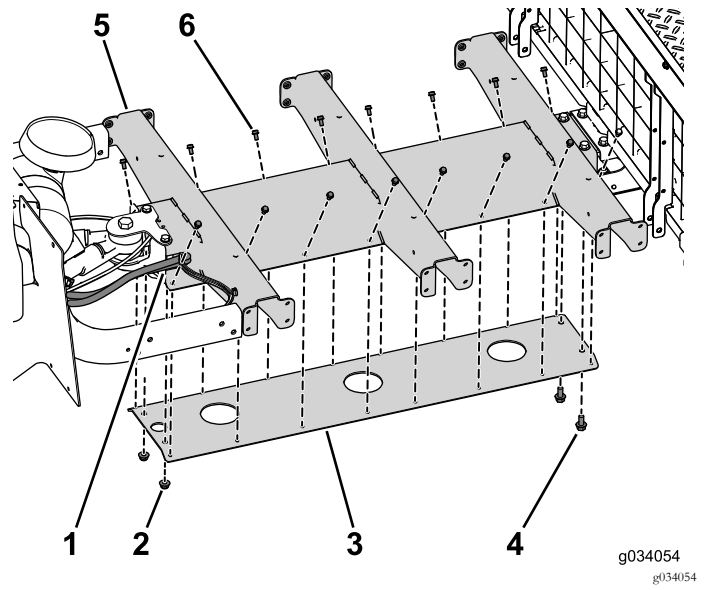

Figura 30
1. Utilice los 4 pernos (5/16" x 3/4") para conectar provisionalmente el soporte de la plataforma al perfil central (Figura 30).